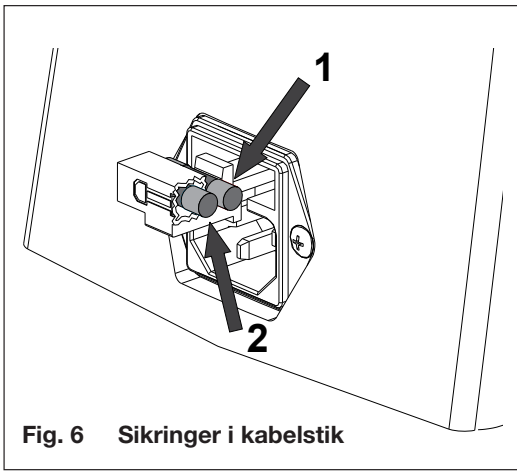

Fig. 6 Sikringer i kabelstik
- Sikringen i kabelstikket (**fig. 6.1**) ikke er brændt af. Hvis sikringen er defekt, kan den skiftes ud med den ekstra sikring (**fig. 6,2**), som også findes i kabelstikket.